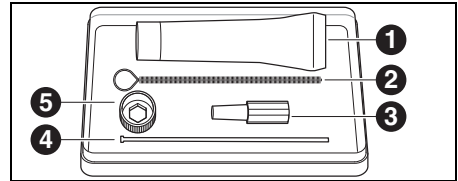

Bild 21 Serviceset für Jäger-Spindel
- ▷ Den äußere Kegel der Spannzange mit dem im Set enthaltenen Zangenfett ([1] in Bild 21 auf Seite 30) leicht einfetten.